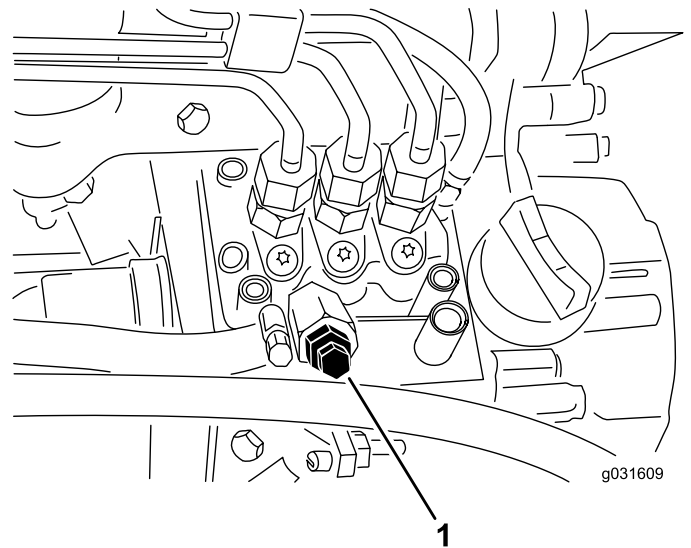

Bild 52
4. Öffnen Sie die Entlüftungsschraube an der Kraftstoffeinspritzpumpe (Bild 52).